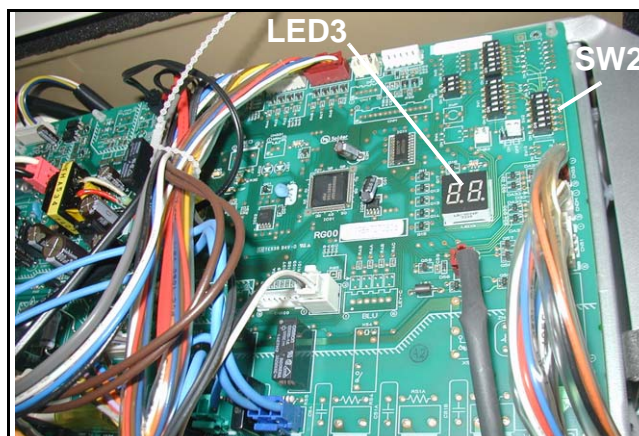

Fig. 65
6. Les av verdien p  displayet til varmpumpen LED3 (fig. 65). Den skal v re identisk med verdien i punkt 3 (dvs. "1").